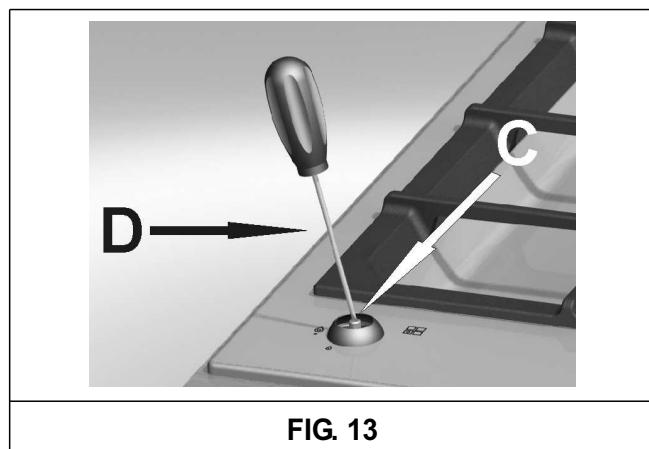

FIG. 13
- Quitar el mando “M” (fig. 13) del grifo que está fijado a presión en la varilla del mismo.
- Introducir un destornillador pequeño “D” en el agujero “C” (fig. 13) y girar a la derecha o a la izquierda el tornillo de regulación hasta que la llama del quemador quede regulada convenientemente al “Mínimo”.